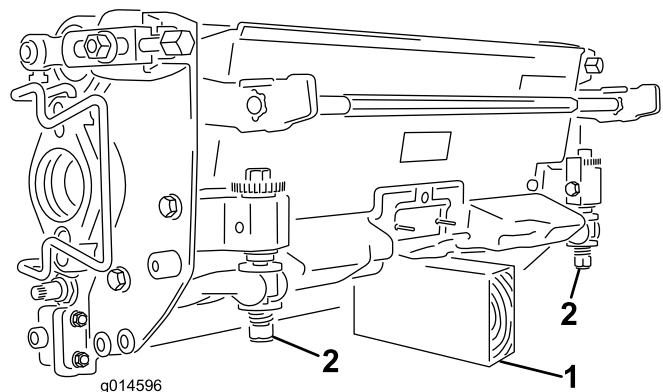

图41
**重要事项：** 当您需要翻转滚刀组时，应支撑住滚刀组的后部，确保底刀架调节螺丝后端的螺母不会接触工作表面（图41）。